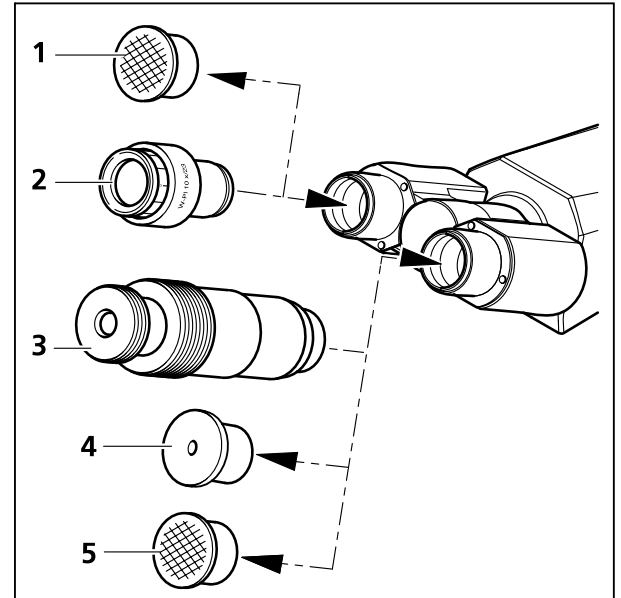

Bild 3-6 Okulare einsetzen
- Beide Staubschutzkappen (Bild 3-6/1 und 5) aus dem binokularen Tubus entfernen.
- Beide Okulare (Bild 3-6/2) aus den Behältern entnehmen und bis zum Anschlag in den binokularen Tubus einsetzen.
- Das Hilfsmikroskop (Bild 3-6/3) kann anstelle eines Okulars in einen der Binokularstutzen eingesetzt werden und dient der Beobachtung von Apertur-, Phasen- und Dunkelfeldblenden bzw. der Zentrierung von Phasenblenden. Mit Hilfe der verstellbaren Augenlinse kann man auf diese Blenden fokussieren.
- Das Hilfsmikroskop (Bild 3-6/3) oder der Diopter (Bild 3-6/4) können zur Betrachtung konoskopischer Bilder eingesetzt werden.